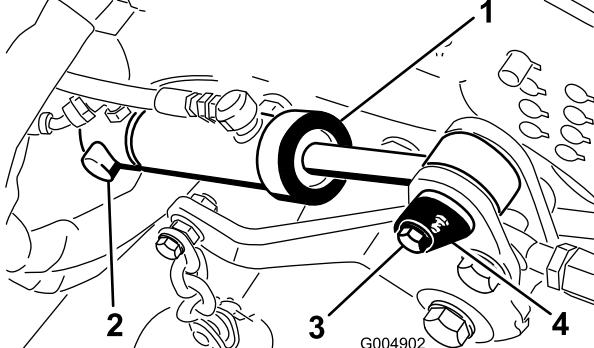

Figure 97
9. Déposez la bague de retenue qui fixe l'arrière du vérin de levage du plateau à l'axe de pivotement (Figure 97).
10. Retirez la vis qui fixe l'axe de pivotement de vérin avant au cadre de la tondeuse (Figure 97).
12. Déposez l'axe de pivotement avant et déposez le vérin de l'axe arrière (Figure 97).